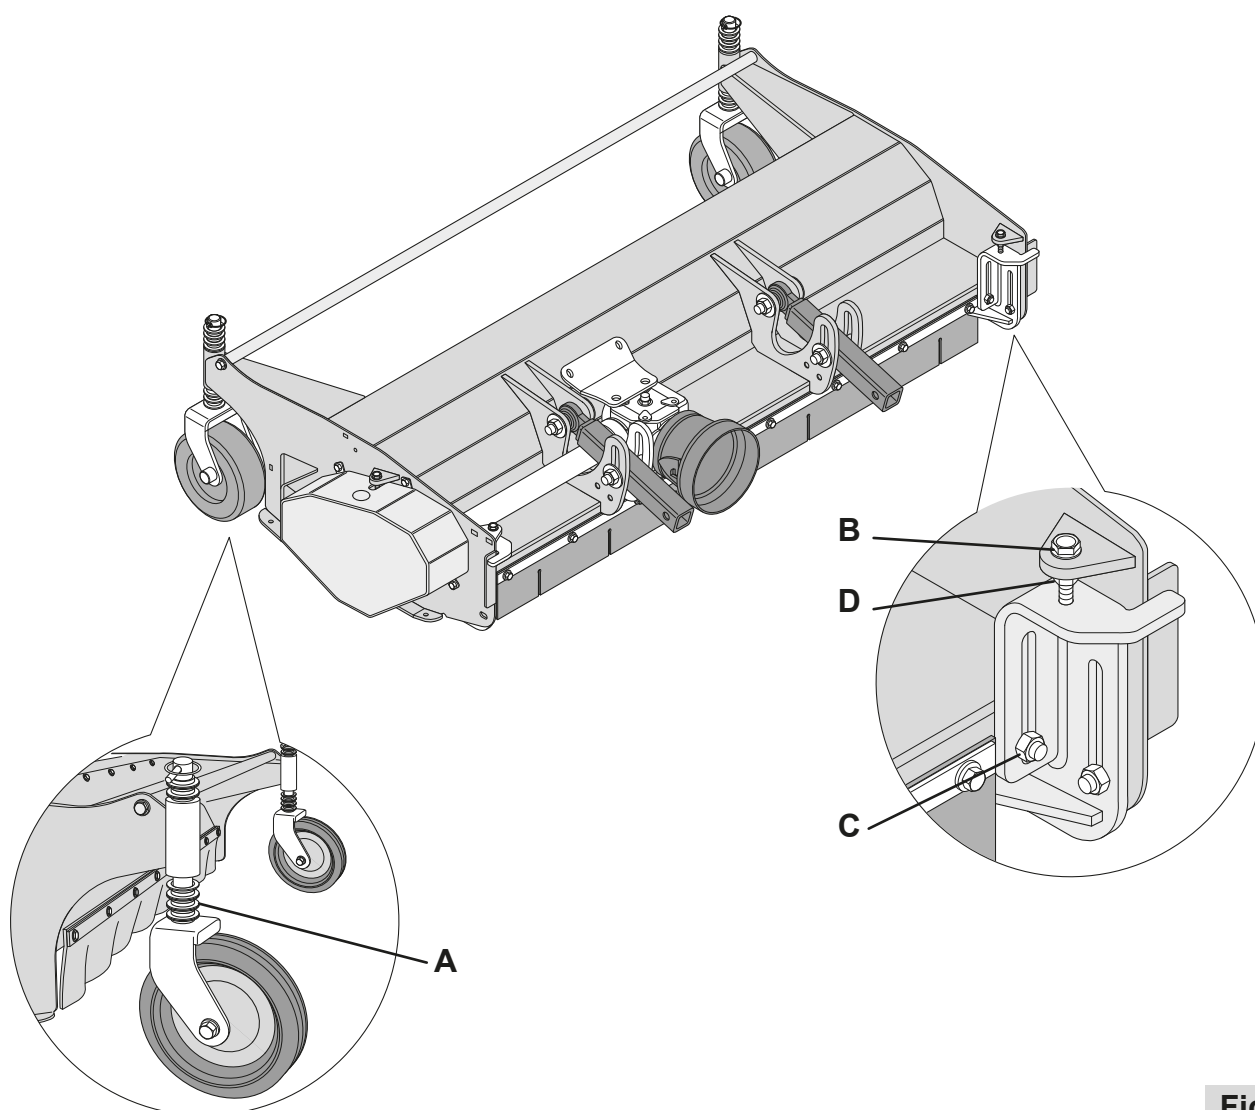

Fig. 9
- Intervenir par l'arrière sur les roues pivotantes, en déplaçant les épaisseurs prévues à cet effet (**A**) (**Fig. 9**) et sur le rouleau en réglant la hauteur.